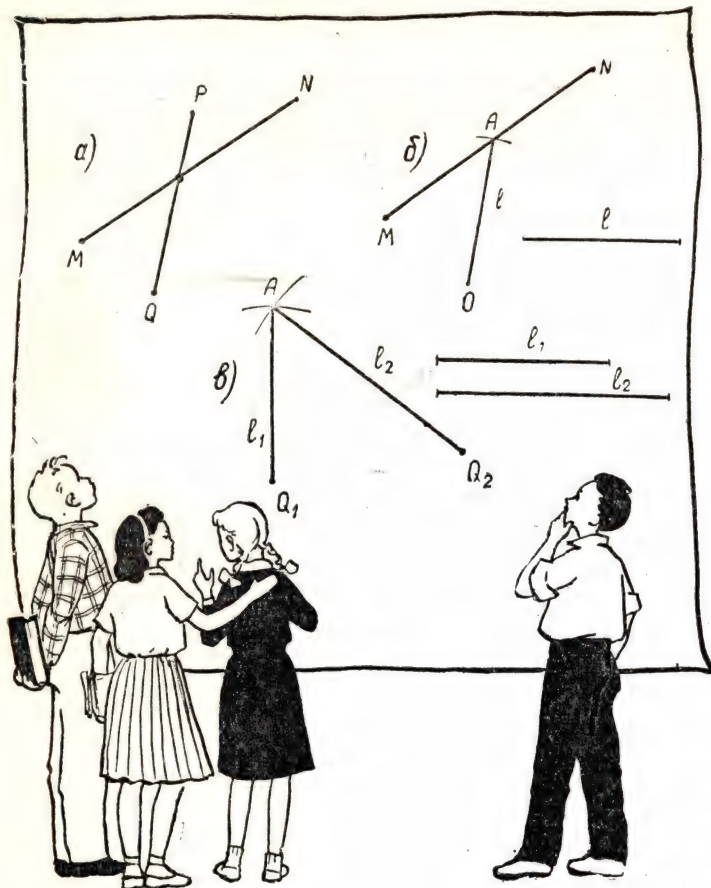

Рис. 1.
1) Уже построены некоторые четыре точки M, N, P, Q ; найти точку пересечения прямых MN и PQ . Эта операция выполняется с помощью линейки (рис. 1, а).
2) Уже построены три точки M, N, O и отрезок l ; найти на прямой MN такую точку A , что длина отрезка AO равна l . Эта операция выполняется с помощью линейки (проводится прямая MN) и циркуля (делается засечка с центром O , см. рис. 1, б).
3) Уже построены две точки Q_1, Q_2 и два отрезка l_1, l_2 ; построить точку A , расстояния которой от точек Q_1 и Q_2 соответственно равны l_1 и l_2 . Эта операция выполняется с помощью циркуля (рис. 1, в).